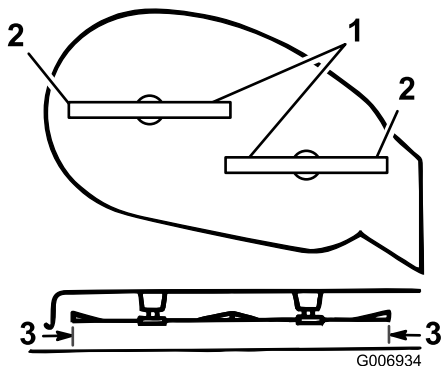

Bild 39
5. Drehen Sie die Schnittmesser vorsichtig von einer Seite zur anderen (Bild 39).
6. Messen Sie den Abstand zwischen den äußeren Schnittkanten und der ebenen Oberfläche (Bild 39).